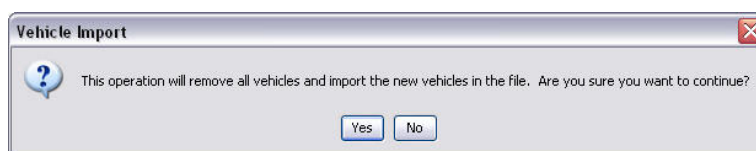

FIG. 157
2. Le message d'avertissement illustré dans la FIG. 157 apparaît, vous informant que tous les véhicules que vous avez déjà ajoutés au groupe seront remplacés par les véhicules du fichier importé.